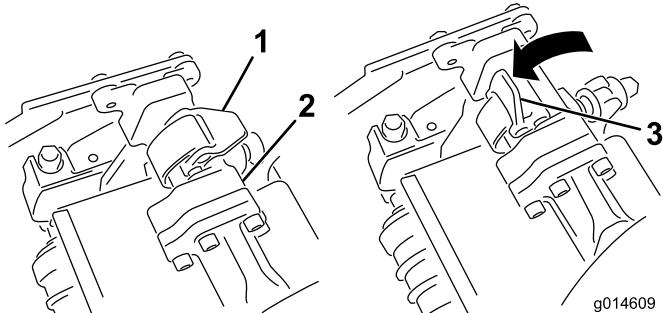
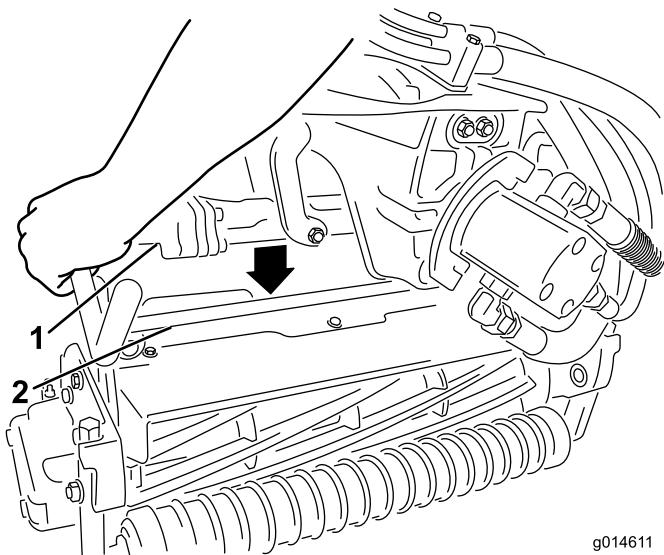

Figura 32
Figura 33
3. Com os fechos na barra do braço de suspensão a apontar para cima (i.e., abertos) (Figura 32), empurre o braço de suspensão para baixo de forma a que a barra passe pela barra através da parte superior da unidade de corte (Figura 33).
4. Feche os fechos para baixo e em redor da barra da unidade de corte e bloqueie-os no sítio (Figura 32).
4. Abra os fechos na barra do braço de suspensão da unidade de corte que está a remover (Figura 32).